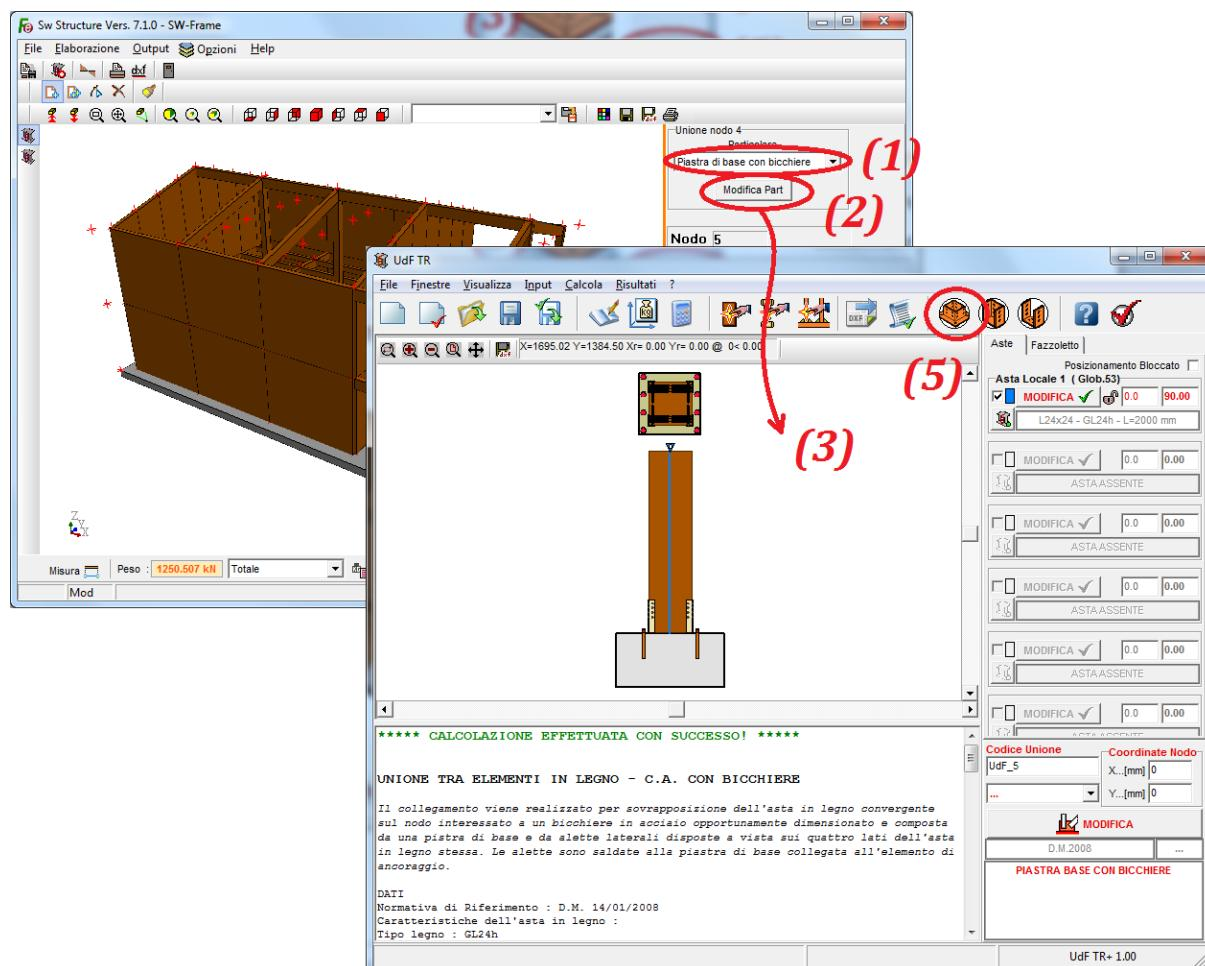

Figura 57
Nel caso in cui l’utente desideri controllare tali scelte e dimensionamenti ed eventualmente modificarli, con riferimento alla figura 57, è sufficiente controllare che il selettore del collegamento (1) sia impostato sulla voce corretta e cliccare sul tasto “*Modifica Part.*” (2).